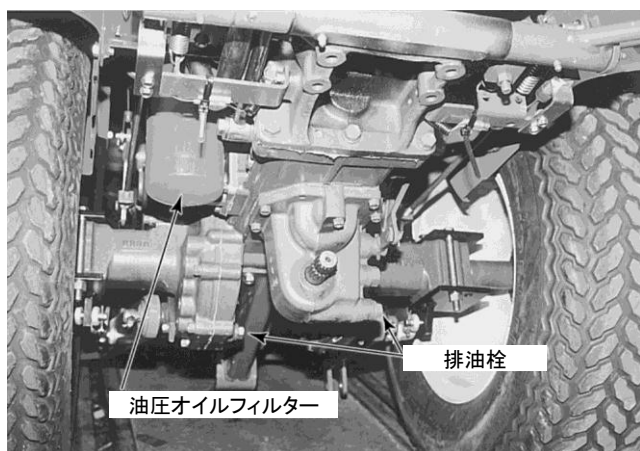

図 5 6 トランスミッション、後車軸センターケースの排油栓
3. 給油栓（図 5 5）と検油棒（図 5 4）を取り外し、指定されるタイプの新しいオイルを満たします（49 ページ）。